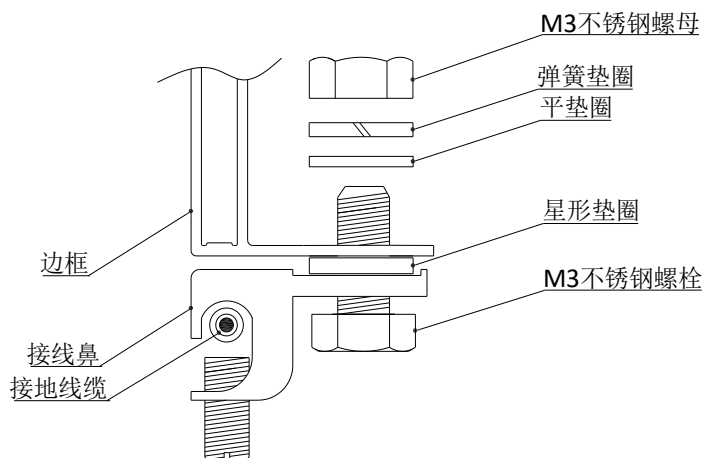

图 8
- 首先将接地电缆头剥线合适的长度，剥线过程中注意不要损伤金属线芯并将剥过线的接地电缆线头插入接线鼻的插口内，再将紧固螺钉拧紧。按照图 8 所示使用不锈钢螺栓和连接件将接线鼻连接到铝边框上。M3 螺栓推荐拧紧的力矩是 2.3N·m。